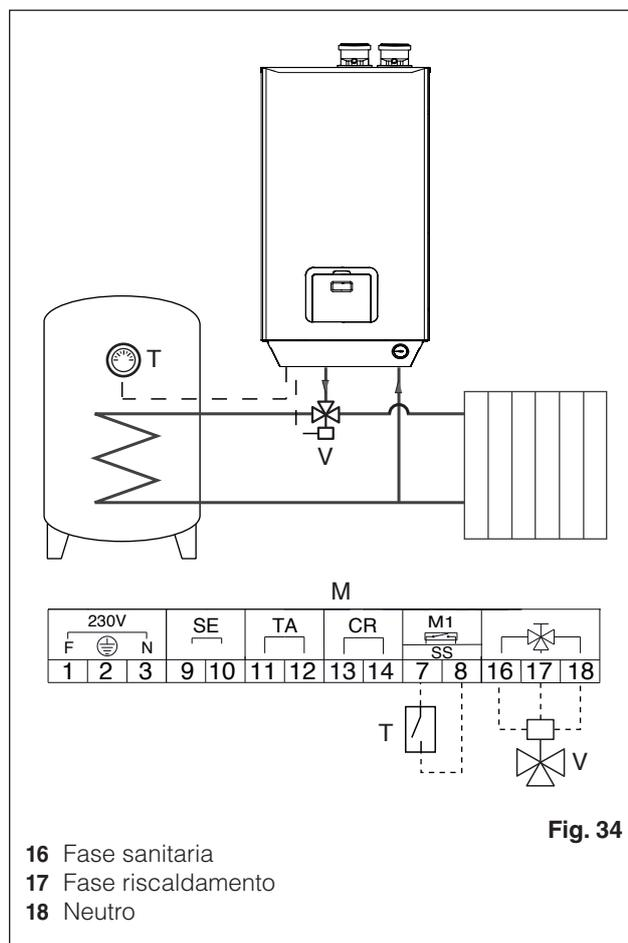

Fig. 34
- realizzare il circuito idraulico rappresentato in Fig. 34
- collegare elettricamente la valvola deviatrice (V) ai contatti 16, 17 e 18 predisposti sulla morsettiera di caldaia (M)
- collegare i contatti del termostato di regolazione del bollitore (T) ai contatti 7 e 8 della morsettiera di caldaia (M)